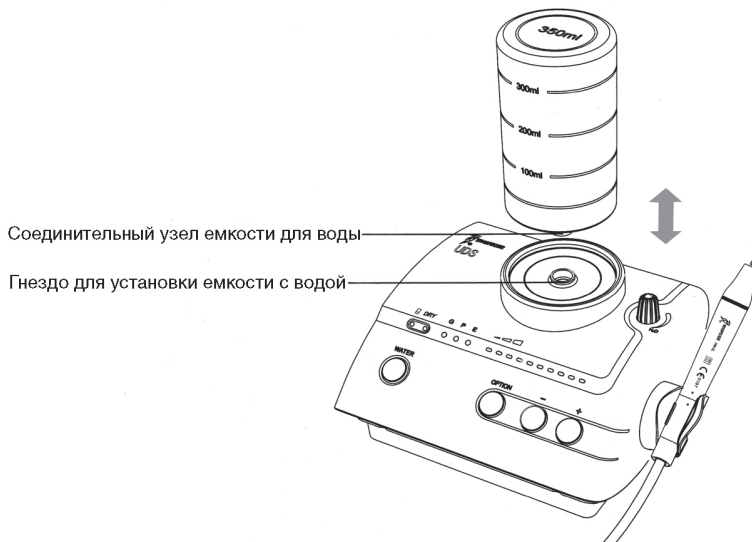

Рис. 4
Наполните емкость очищенной водой, переверните ее и вставьте в гнездо (см. рис. 4).
- Переверните емкость дном вверх, вставьте соединительный узел в гнездо, держа емкость вертикально (см. рис. 4).